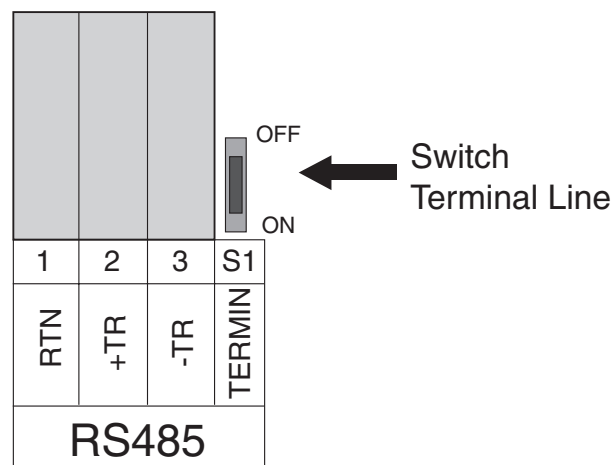

Abb. 17 Klemmen für den Anschluss der seriellen Linie RS-485
Darüber hinaus muss beim letzten Wechselrichter dieser Kette die Terminierung der RS485 Linie vorgenommen werden (der auf der Abb. 17 dargestellte Umschalter S1 muss in die Position ON gebracht werden). Jeder AURORA hat die bereits festgelegte Adresse „Zwei“ (2) und der Umschalter S1 befindet sich auf OFF.